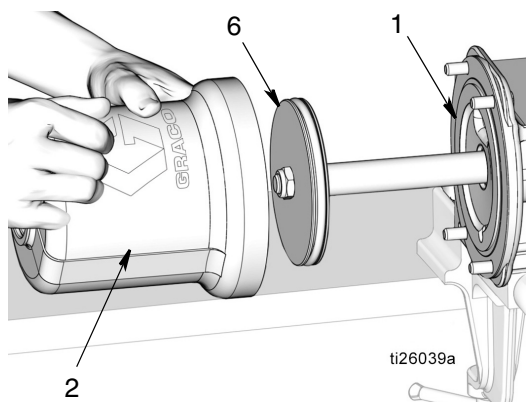

FIG. 52
- a. Utilizzare un panno pulito per pulire l'interno del cilindro pneumatico (2) e rimuovere sporco o contaminanti.
- b. Applicare un sottile strato di grasso alle superfici interne del cilindro pneumatico (2). Fare scorrere il cilindro pneumatico (2) sul pistone (6) e premerlo fino a quando non entra saldamente in sede nella base della pompa (1). Vedere FIG. 52.